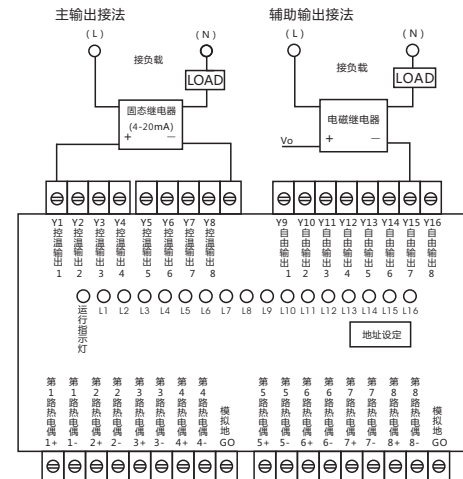

图3 温控模块接线图
- 4、热电偶、主控输出及辅助输出线按图3接线; 辅助输出连接是电感性负载(例如电磁继电器)，该接法会接通模块内的续流二极管。